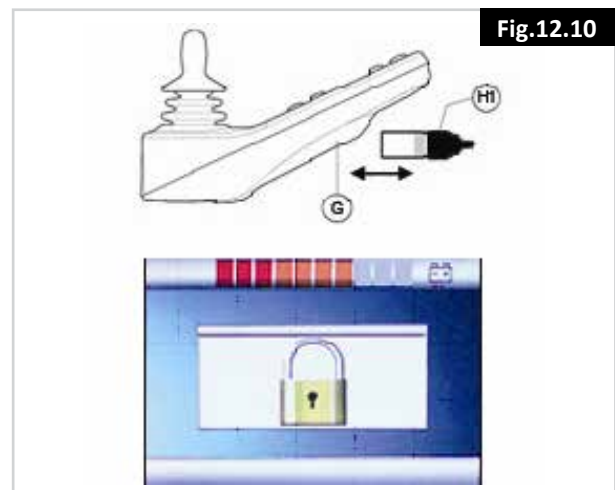

Fig.12.10
Zum Sperren der Steuerung mit dem Spezialschlüssel (H1 in Fig. 12.10):
- Stecken Sie den Spezialschlüssel in die Ladebuchse an der Steuerung ein und wieder aus (G in Fig. 12.10). Die Steuerung ist jetzt gesperrt und es erscheint die folgende Anzeige.
- Stecken Sie den Spezialschlüssel in die Ladebuchse an der Steuerung ein und wieder aus (G in Fig. 12.10). Die Steuerung ist jetzt entsperrt.